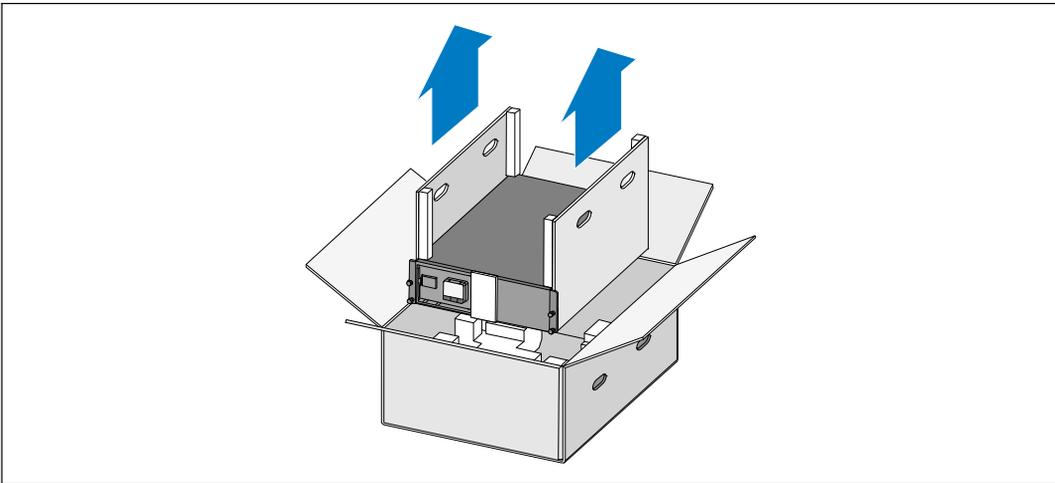

Abbildung 3. Heben des Gehäuses
- 2 Heben Sie das Gehäuse mit einer Person auf jeder Seite mit den Griffen vorsichtig aus dem äußeren Karton heraus und setzen Sie es auf einer flachen, stabilen Unterlage ab (siehe Abbildung 3).